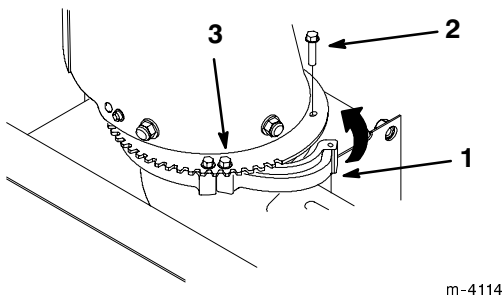

Bild 12
5. Drehen Sie die lockere Kanalbefestigung nach innen auf den Kanalring und sichern sie mit einer Nr. 10-4 x 5/8 Zoll (15 mm) Schraube fest (Bild 12).
6. Ziehen Sie zum Absichern der Kanalbefestigung die andere Schraube fest (Bild 12).